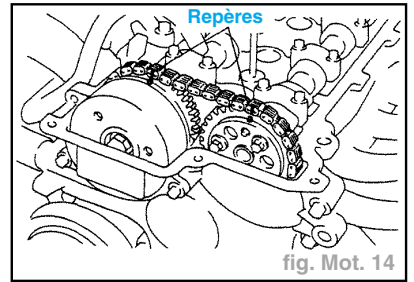

fig. Mot. 14
- S'assurer que les repères de la chaîne de distribution et des pignons de distribution d'arbre à cames sont correctement alignés (fig. Mot. 14).